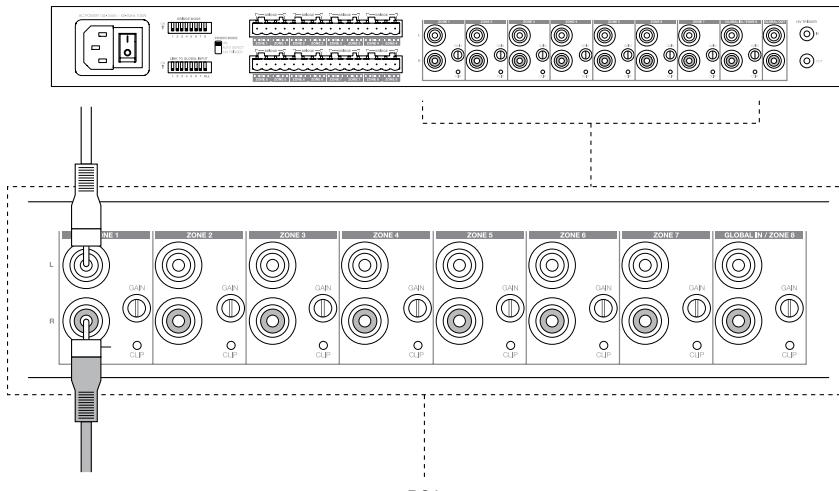

Imagen 6
1. Ligue o cabo de áudio às entradas em ZONE (1 a 8) nas entradas RCA Phono (ver "Imagen 6")